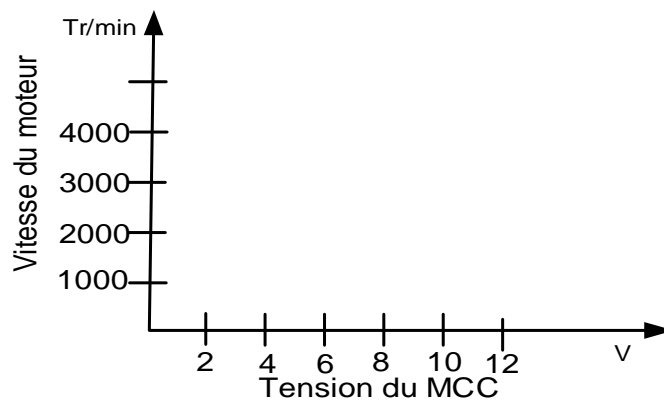

Fig. 6.4.
5. Réduisez la vitesse du moteur à zéro. Augmentez lentement la vitesse et mesurez la tension d'entrée du moteur à courant continu et la fréquence de la sortie "A" de l'encodeur, dessinez un graphe en utilisant le format indiqué à la figure 6.4.